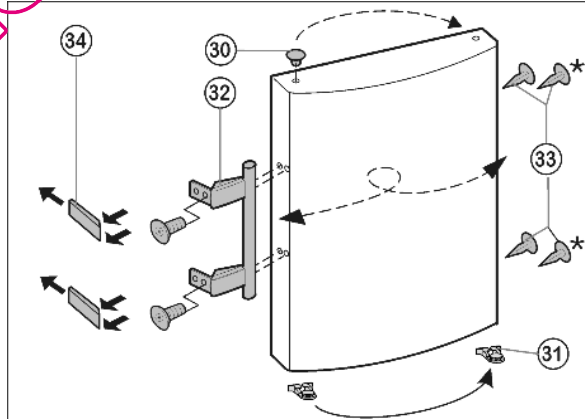

Fig. 8
- ▶ Faire déclipeter le crapaud élastique Fig. 8 (31) hors de la porte supérieure et le placer du nouveau côté de la charnière.
- ▶ Enlever les bouchons Fig. 8 (30) des coussinets de la porte et les mettre de l'autre côté.
- ▶ Démontez les poignées de porte Fig. 8 (32), le bouchon Fig. 8 (33) et les plaques d'appui Fig. 8 (34) puis les repositionner sur le côté opposé.